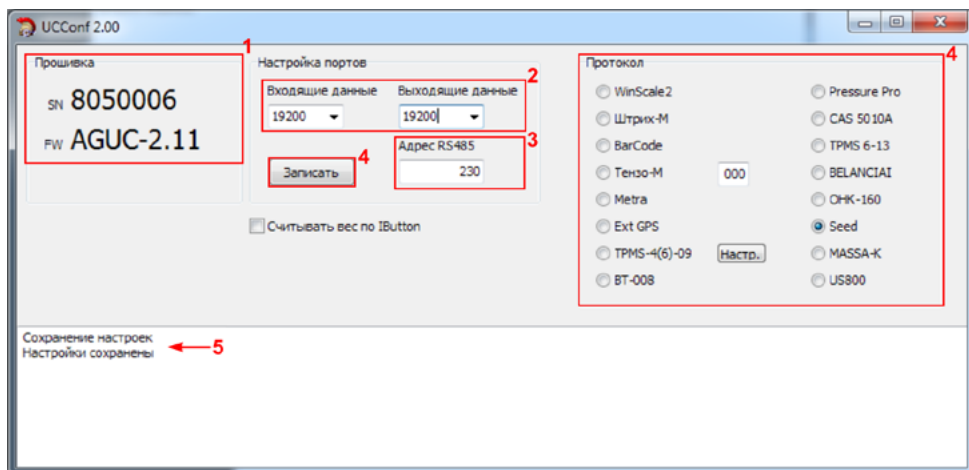

Рис.3. Настройка адаптера интерфейсов.
- Запустить Мастер обновления драйверов для нового устройства и выбрать пункт «Выполнить поиск драйверов на этом компьютере» (Рис.3).